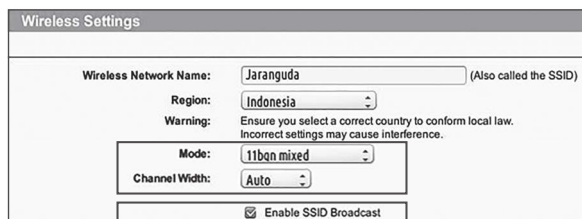

Fig. 1
2. Skontrolować router, czy standard nadawania bezprzewodowego 802.11 jest zgodny z typem WiFi b/g/n lub przemienne. (Patrz Rys. 1)
3. Skontrolować, czy kanał/szerokość pasma nadawania bezprzewodowego routera jest Auto lub 20M bądź 20M przemienne 40M. (Patrz Rys. 1)
4. Skontrolować, czy w routerze włączono funkcję SSID Broadcast – nadawanie nazwy sieci, podczas podłączania urządzenia z telefonem. Po pomyślnym podłączeniu urządzenia z telefonem można funkcję wyłączyć. (Patrz Rys. 1)